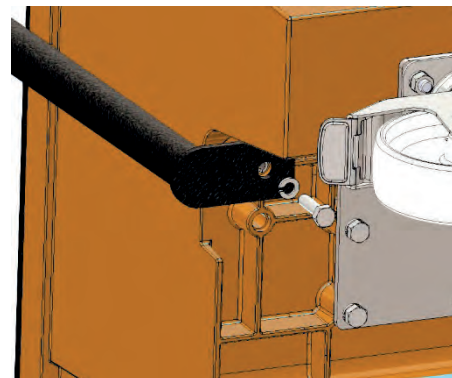

Abb. 4.1.2
- Schiebebügel mit den beiliegenden Scheiben und Schrauben befestigen (Abb. 4.1.2.)